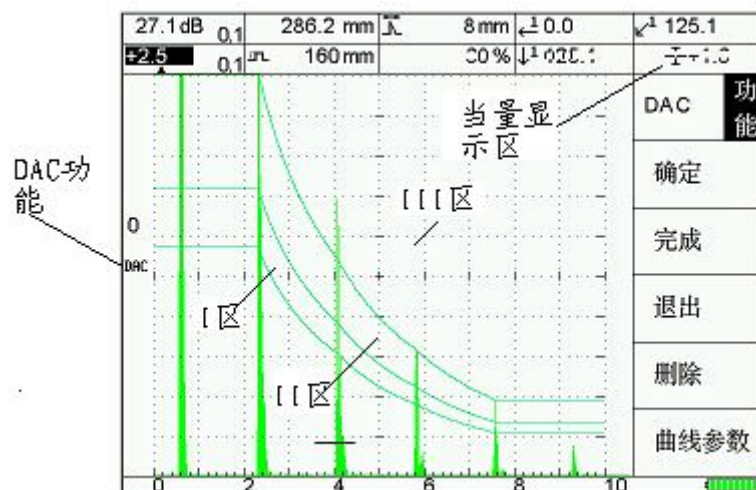

图 5-1
(1) 按[功能]-[B],进入图 5-1。在功能符号显示区显示 **DAC** 字样。